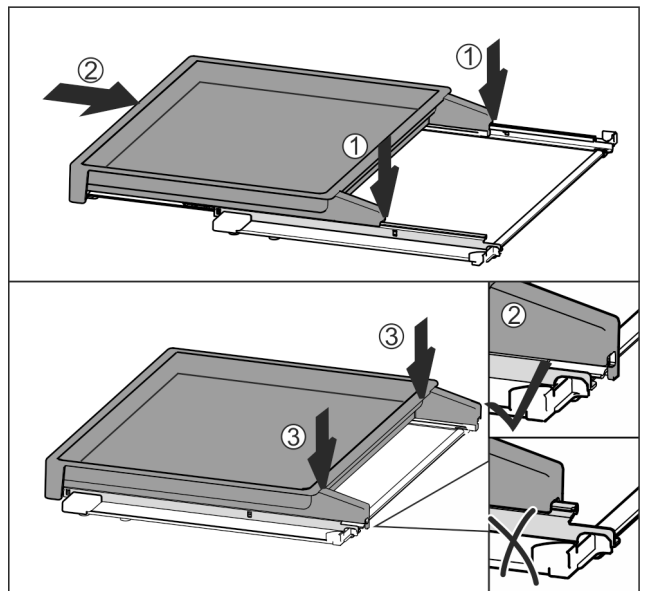

Fig. 37
- ▶ Appoggiare centralmente sulle guide Fig. 37 (1).
- ▶ Spingere completamente il ripiano estraibile Fig. 37 (2).
- ▶ Premere sul lato posteriore fino ad avvertire l'innesto Fig. 37 (3).